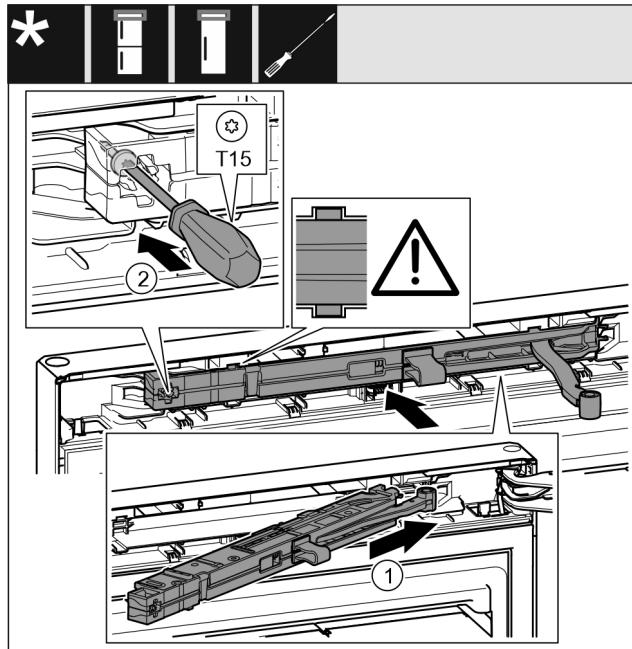

Fig. 20
- Jednotku tlumiče zavírání na straně stojanu ložiska zasuňte až na doraz šikmo do vybrání. Fig. 20 (1)
- Šroubovákem T15 pevně utáhněte šroub. Fig. 20 (2)